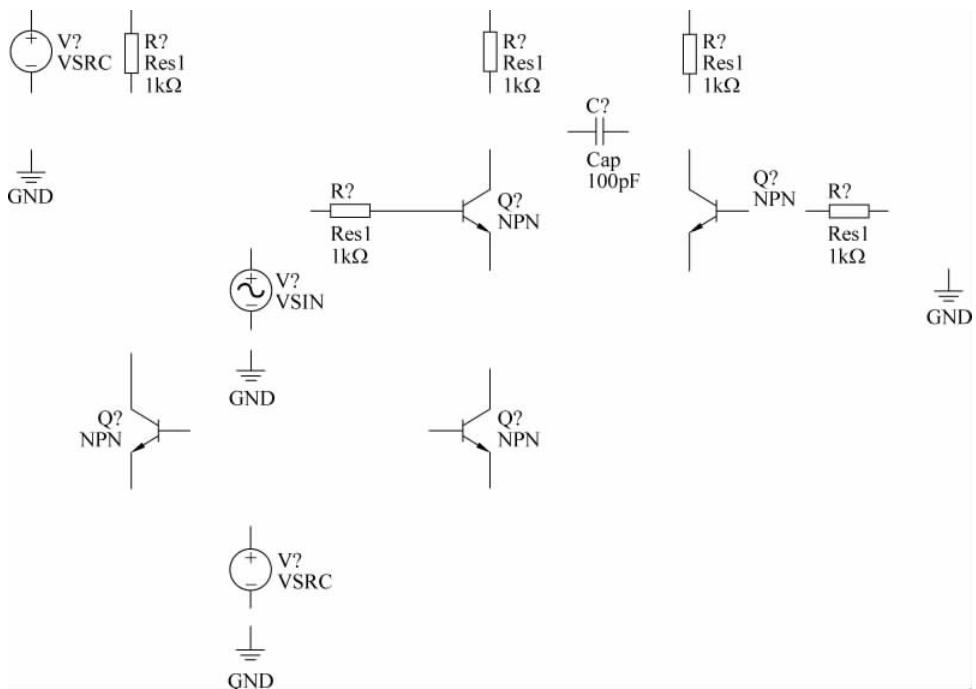

图 3-63 仿真元器件和信号源
- (1) 从 Miscellaneous Devices.IntLib 库中分别找到名字为 Res1 的电阻元件、名字为 Cap 的电容元件、名字为 QNPN 的晶体管（必须选择 Model Type 为 Simulation 的元件），并将其按照如图 3-63 所示的位置进行放置。
- (2) 从 Simulation Sources.IntLib 库中找到名字为 VSRC 和 VSIN 的元件，并按照如图 3-63 所示的位置进行放置。
(3) 单击 AD 主界面下工具栏内的 按钮, 将 GND 按照如图 3-63 所示的位置进行放置。